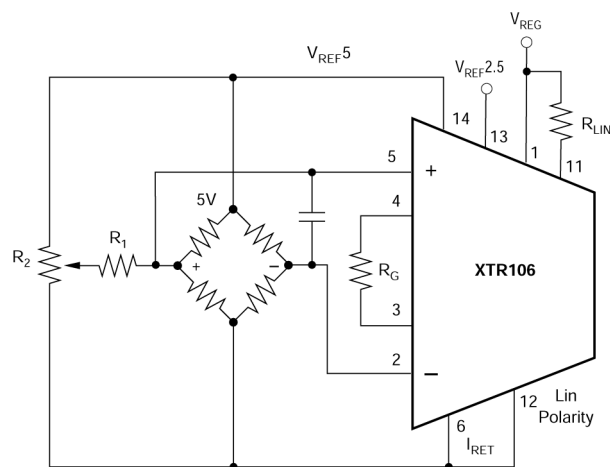
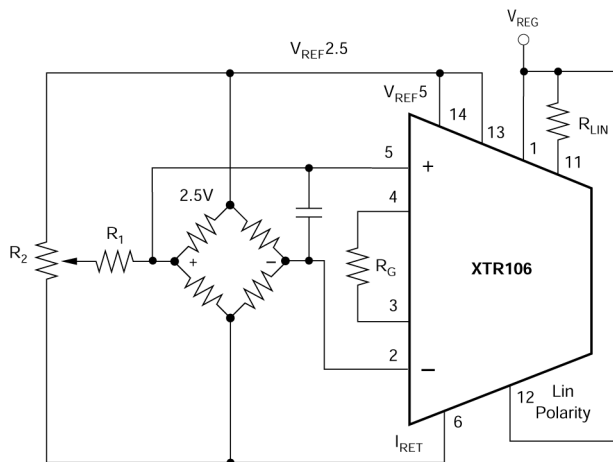
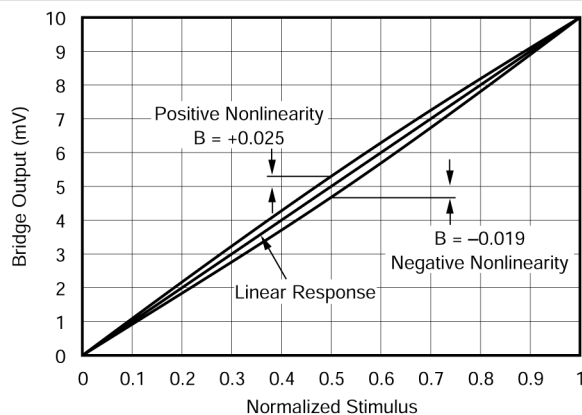

図 6-2. 正のブリッジ非直線性の接続、VREF = 5V
図 6-3. 負のブリッジ非直線性の接続、 $V_{REF} = 2.5V$
図 7-3. 放物非直線性を持つブリッジ トランスデューサ伝達関数
正と負のどちらのブリッジ非直線性誤差も、Lin 極性ピンを適切に接続することで補償できます。正のブリッジの非直線性 (上反り) を補正するには、Lin 極性 (ピン 12) を IRET (ピン 6) に接続してください。図 6-2 も参照してください。この補正により、VREF はブリッジ出力とともに増加し、ブリッジ応答の正の反りが補償されます。負の非直線性を補正するには (下反り)、Lin 極性を VREG (ピン 1) に接続します。図 6-3 も参照してください。この補正により、VREF はブリッジ出力とともに減少します。Lin 極性ピンはハイインピーダンス ノードです。
R_{LIN} は外部線形化抵抗で、ピン 11 とピン 1 (V_{REG}) の間に接続されています。図 6-2 および 図 6-3 も参照してください。 R_{LIN} の値を決定するには、一定励起電圧であるブリッジ センサの非直線性を知る必要があります。XTR106 直線性回路は、センサの非直線性の放物線形状の部分のみを補償できます。最適化された補正は、線形出力からの最大偏差が中間スケールで発生した場合に行われます (図 7-3 および 図 7-4 を参照)。図 7-3 および 図 7-4 に示されているような非線形特性曲線を持つセンサのうち、厳密には中ミッドスケールでピークに達しないものでも、性能を大幅に向上させることができます。
直線性補正を使用する場合、センサ出力同相電圧を、XTR106 の許容入力範囲である 1.1V ~ 3.5V の範囲内に維持します。式 3 を使用して、XTR106 の新しい励起電圧を計算できます。同相抵抗を使用しない場合、ブリッジ出力の同相電圧はこの値の半分になります (図 6-2 および 図 6-3 の例も参照)。同相モード範囲を超過すると、予測不能な結果が生じる可能性があります。
2.5V または 5V のリファレンスを使用して、ブリッジ センサを励起できます。5V 励起の場合は、ピン 14 (V_{REF5}) をブリッジに接続します。図 7-1 も参照してください。2.5V 励起の場合は、ピン 13 ($V_{REF2.5}$) をピン 14 に接続します。図 6-3 も参照してください。ブリッジの出力端子は、計測アンプの入力 V_{IN+} と V_{IN-} に接続します。 $0.01\mu\text{F}$ コンデンサは入力に接続されていることを示しています。ハイ インピーダンス ブリッジ ($> 10\text{k}\Omega$) に推奨します。抵抗 R_G は、フルスケールブリッジ電圧 V_{FS} の要求に応じて計測アンプのゲインを設定します。